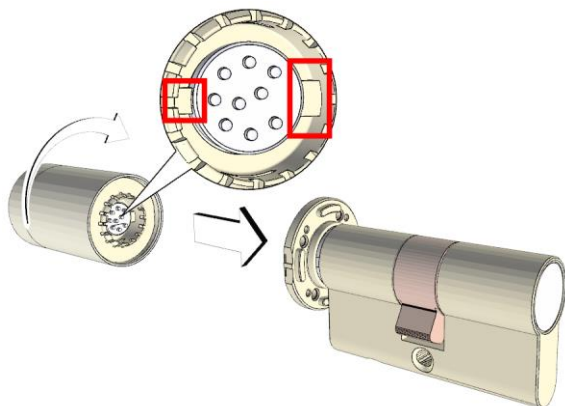

Fig. 22, Allentare la boccia del pomolo e applicare il pomolo elettronico
- ▶ Mettere il **pomolo elettronico** sul cilindro di chiusura, come rappresentato nella Fig. 22.
- ▶ Fare attenzione alla giusta posizione dei due marchi di passaggio (Fig. 22).